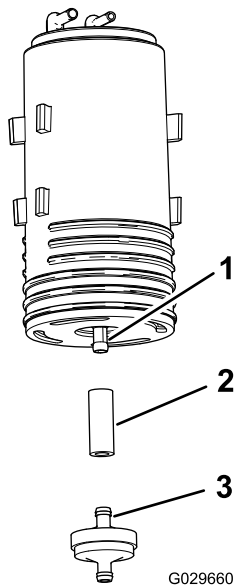

Рисунок 48
- Снимите фильтр адсорбера и короткий отрезок шланга с нижнего штуцера старого адсорбера (Рисунок 48).
- Подсоедините шланг к нижнему штуцеру нового адсорбера (Рисунок 48).
- Вставьте штуцер нового адсорбера в шланг (Рисунок 48).